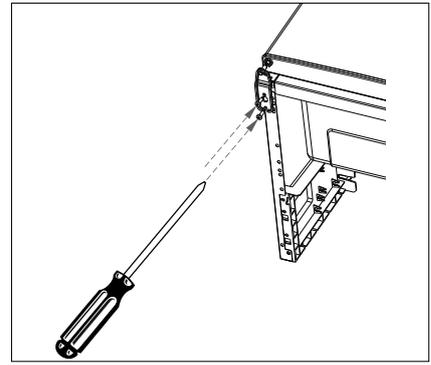

Abb. 12
- ▶ Ziehen Sie die Schrauben noch nicht ganz fest, um die Gefrierraumtür (4) noch ausrichten zu können. Erst wenn ein gleichmäßiges Schließen der Gefrierraumtür (4) möglich ist, ziehen Sie die Schrauben fest an. (Abb. 12)